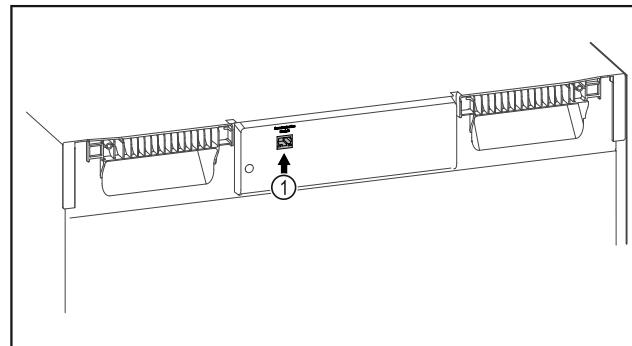

Fig. 97
- SmartModule Fig. 97 (1) ist eingesetzt.